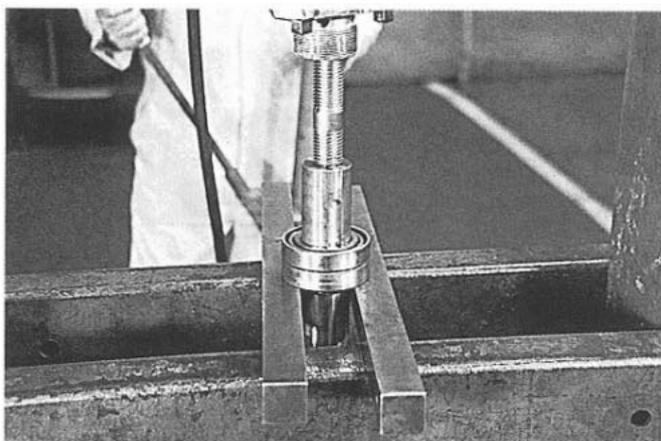

Рис. 73
46. Радиально-упорный подшипник можно снять, надавив на впускной вал (рис. 73).